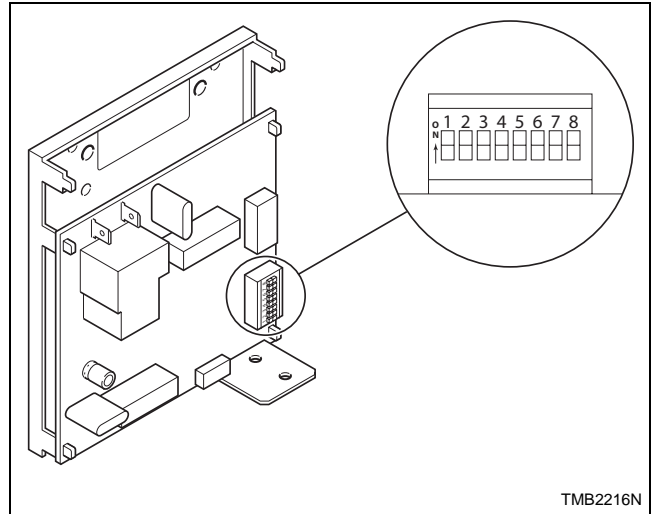

Figura 7
2. Anote los ajustes del conmutador DIP de control de la máquina, después póngalos todos en la posición desconectada. Consulte la *Figura 7*.